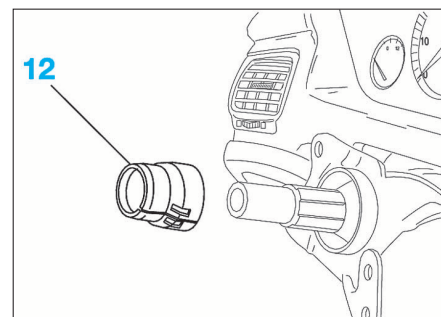

FIG. 7
- Débrider et débrancher le connecteur (9).
- Déposer les 3 vis (10) du support commodos.
- Écarter le support commodos (11).
- la bague d'entraînement (12) (Fig.7) (véhicule équipé de l'ESP uniquement).